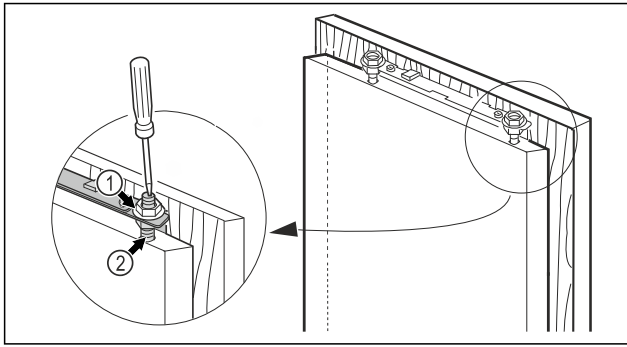

Fig. 23
- ▶ Pritegnite protumatice Fig. 23 (1) imbus ključem veličine 13, pritom odvijačem pridržavajte svornjak za namještanje Fig. 23 (2).